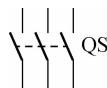

图 1-8 不带熔断器式刀开关的符号
①不带熔断器式刀开关。不带熔断器式刀开关的作用是不频繁地手动接通、断开电路和隔离电源,其符号如图 1-8 所示。